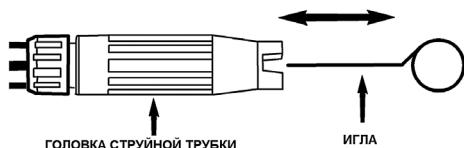

Рис. 13 Чистка форсунки струйной трубы
4. С помощью иглы для чистки форсунки струйной трубы (поставляется в комплекте) прочистите форсунку струйной трубы (Рис. 13).